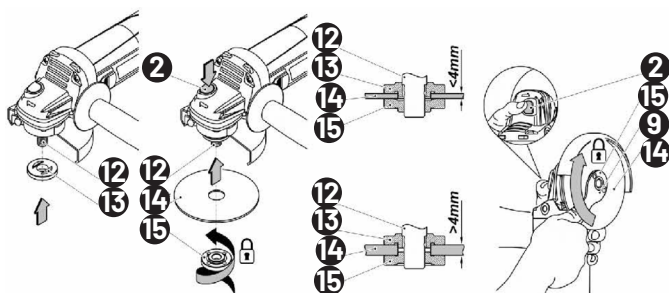

FIG. 4
- Tryk på spindellåsen (2) og hold den nede.
- Løsn fastspændingsmøtrikken (15) med flangnøglen (9) (se fig. 4).
- Skru fastspændingsmøtrikken (15) på spindlen (12) og stram med flangnøglen (9).